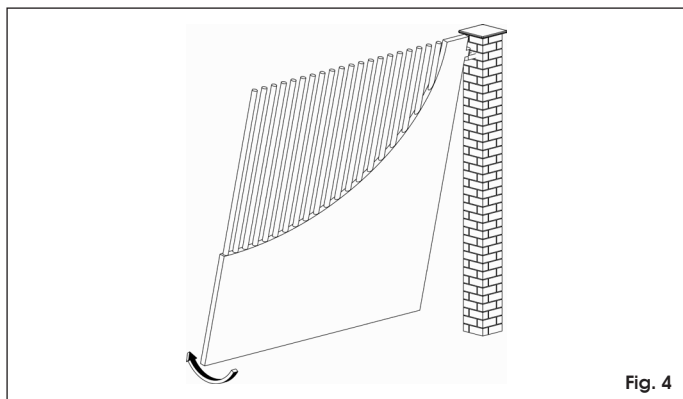

Fig. 4
- tourner le vantail sur l'axe de la charnière supérieure (Fig. 4).